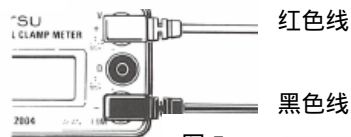

图 5
(2) 红色测量导线连接“VOLT”电压端口，黑色测量导线连接“COM”端口，如图 5 所示。